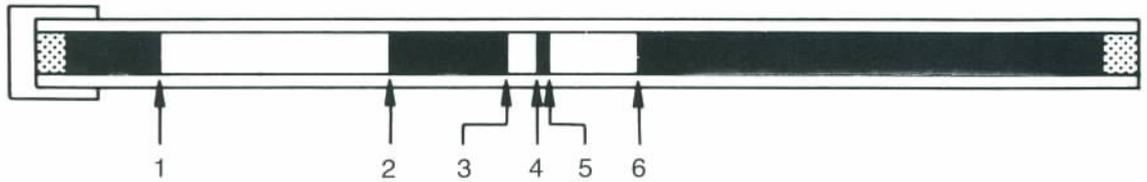
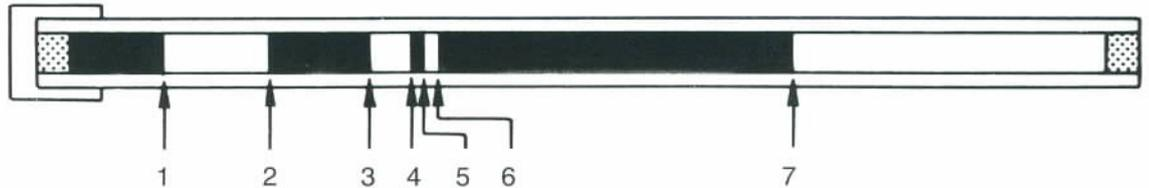

Abb. 2.6 Venenblut-Kalibrierungsprüfröhrchen mit den 6 Farbänderungsgrenzen
Abb. 2.7 Kapillarblut-Kalibrierungsprüfröhrchen mit den 7 Farbänderungsgrenzen
- (1) Ablesegerät auf „VEN“-Programm schalten, und Venenblut-Kalibrierungsprüfröhrchen einführen.
- (2) Erste Farbänderungsgrenze (schwarz- bis blaßgrün) mit Pfeil in Deckung bringen (s. Abb. 2.6), und „EINGABE“-Taste drücken.
- (3) Die Farbänderungsgrenzen 2 bis 6 genauso eingeben.
- (4) Die für jeden der sieben QBC II Parameter angezeigten Venenblut-Kalibrierungsprüfröhrchen-Werte aufzeichnen, und das Röhrchen dann aus dem Gerät nehmen.
- (5) Auf „KAP“-Programm umschalten, das Kapillarblut-Kalibrierungsprüfröhrchen einführen, und den Ablesevorgang einschließlich der 7. Farbänderungsgrenze wiederholen (siehe Abb. 2.7).
- (6) Die für jeden der sieben Parameter angezeigten Kapillarblut-Kalibrierungsprüfröhrchen-Werte aufzeichnen.
- (7) Die Werte beider Programme („VEN“ und „KAP“) mit den auf den Packungsbeilagen der Kalibrierungsprüfröhrchen notierten Referenzwerten und Toleranzen vergleichen. Liegt einer der Werte außerhalb seiner Toleranzgrenzen, so sollten die Schritte (a) und (b) in der unten aufgeführten Reihenfolge unternommen werden, bevor der Kundendienst verständigt wird.